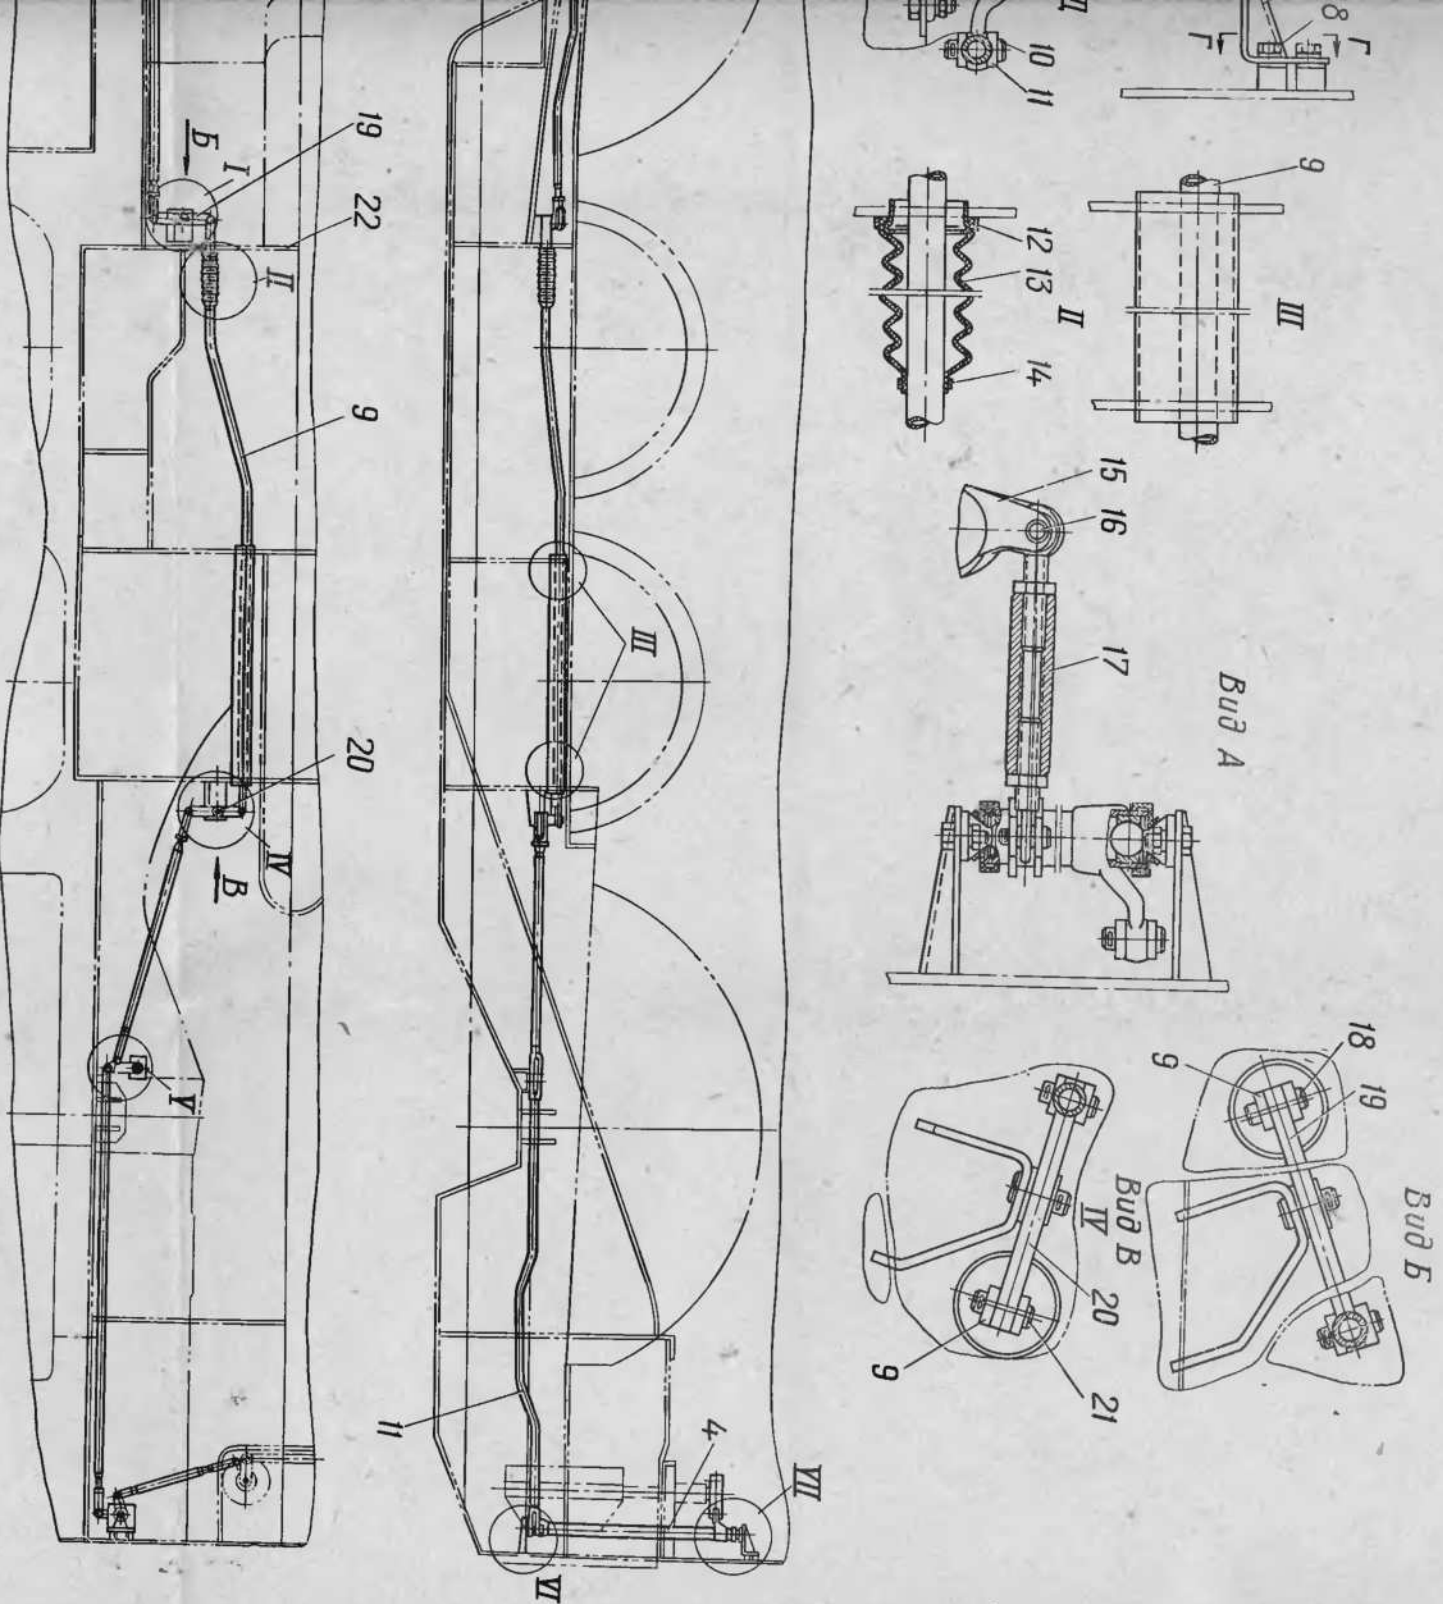

Рис. 6. Установка привода руля управления на воде:
6. Расшплинтовать и вынуть палец 16 (рис. 6), отъединить тягу 17 от сошки 15.
3. Присоединить тягу 17 (рис. 6) к сошке 15 руля и закрепить ее пальцем 16, палец зашплинтовать шплинтом.